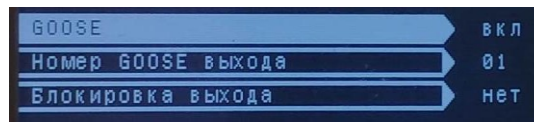

Рисунок 15 – Параметры GOOSE
2.1.12. «Конфигурация GOOSE» - подраздел предназначен для конфигурирования параметров GOOSE (см. рисунок 15).